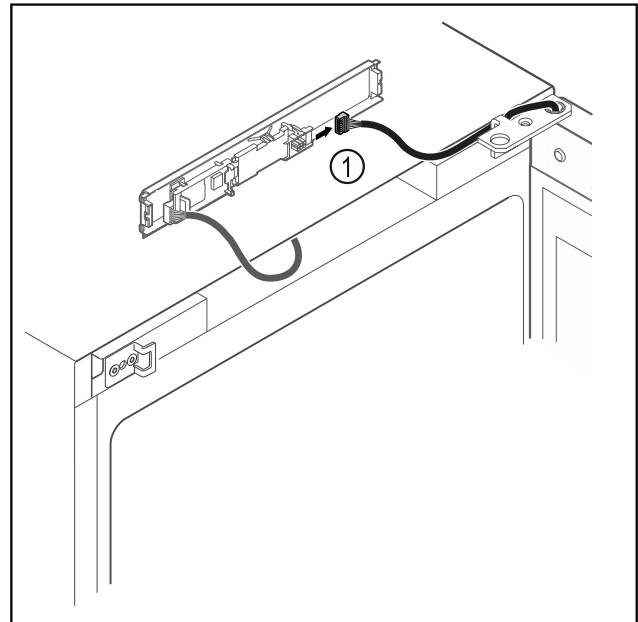

Fig. 18
- ▶ Ištraukite iš plokštės kištuką Fig. 18 (1).